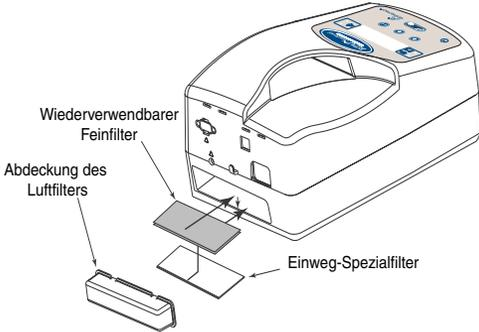

Abb. 4-1 Installierte Filter
SCHRITT 2 Die Filter nach unten in den Lufteinlass an der Rückseite des Geräts drücken (siehe Abb. 4-1).